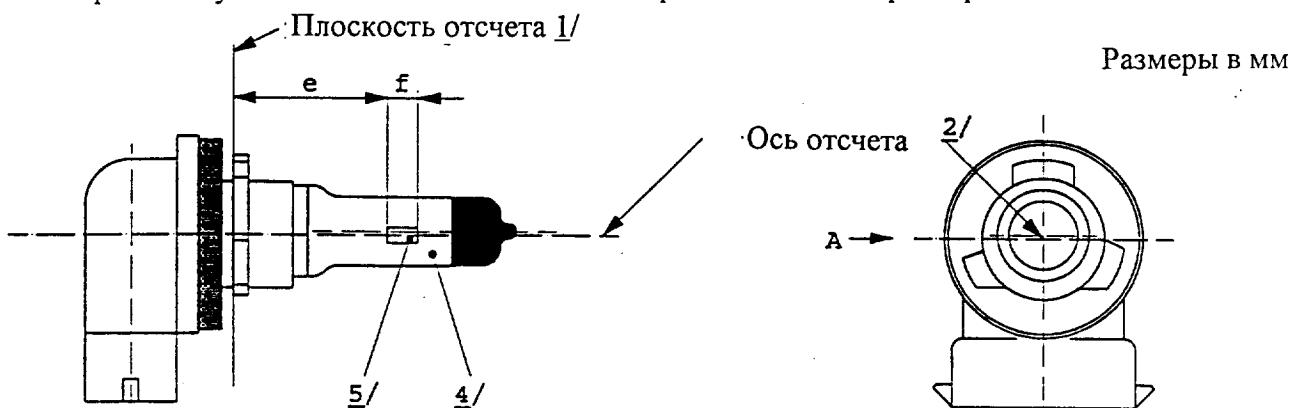

Рис. 1 - Основной чертеж
Расположение нити накала контролируется только в направлениях А и В, как показано на рис. 1 в спецификации Н9/1.
- 8/ Конструкция внутренней части лампы должна быть такой, чтобы паразитные зеркальные изображения и световые отражения находились только над самой нитью накала, видимой в горизонтальном направлении (вид в направлении А, как показано на рис. 1 в спецификации Н11/1).
- 9/ Смещение нити накала относительно оси отсчета измеряется только в направлениях визирования А и В, как показано на рис. 1 в спецификации Н11/1. Точками измерения являются точки, в которых проекция наружной части конечных витков, наиболее близкая или наиболее удаленная от плоскости отсчета, пересекает ось нити накала.